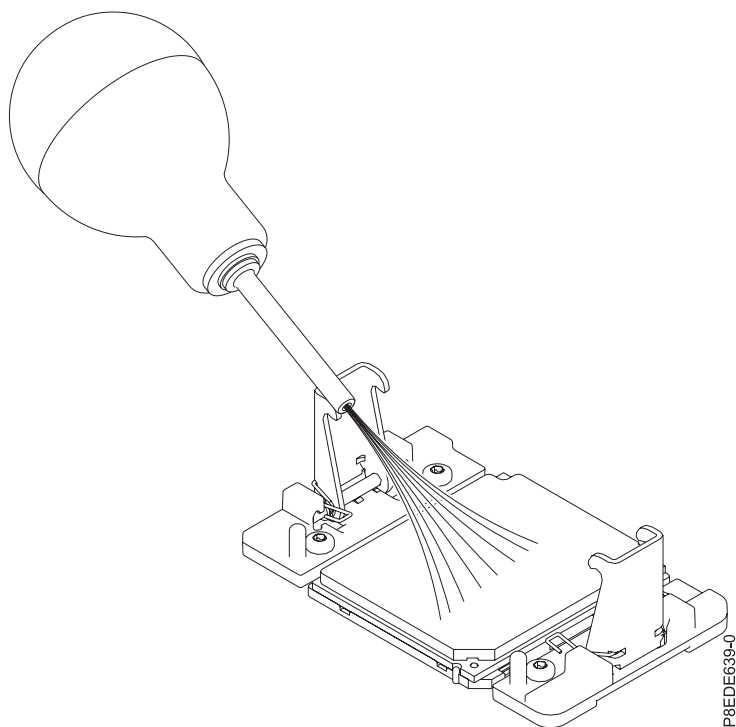

図 28. システム・プロセッサ・モジュールの領域からほこりやごみを除去
- a. ほこりやごみが付着している場合は、提供されているエアポンプ (部品番号 45D2645) を使用して水冷式システム・プロセッサ・モジュールの領域をきれいにします。30 ページの図 28 に示すようにエア・ポンプが組み立てられていない場合は、チップをバルブに固定します。システム・プロセッサ・モジュールの中央から両側に向かって空気を少し吹き出します (30 ページの図 28 を参照)。